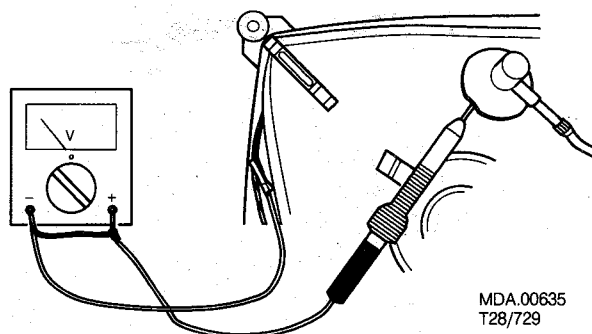

Fig. 1
2. Um die Zerstörung von IC's und Transistoren zu verhindern, müssen Hochspannungsüberschläge vermieden werden. Damit die Bildröhre nicht zerstört wird, soll die in Abbildung 1 dargestellte Methode zum Entladen der Bildröhre angewendet werden. Benutzt werden soll ein Hochspannungstastkopf und ein Vielfachmessinstrument (Position DC-Volt). Entladen, bis der Ausschlag des Messinstrumentes 0 Volt ist (nach ca. 30 s).